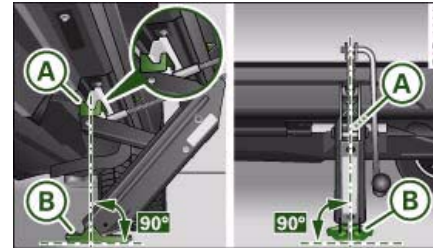

Fig. 233 Cambio de rueda: detalle del gato
- Coloque el **gato** debajo del punto de apoyo situado en el larguero inferior y súbalo hasta que la garra del mismo ⇒ fig. 233 (A) quede por debajo del nervio del larguero inferior.
- Posicione el gato de modo que su garra (A) envuelva el nervio del larguero inferior y que la placa base móvil (B) se apoye plana sobre el suelo. La placa base (B) debe encontrarse en *posición vertical* debajo del punto de apoyo (A).